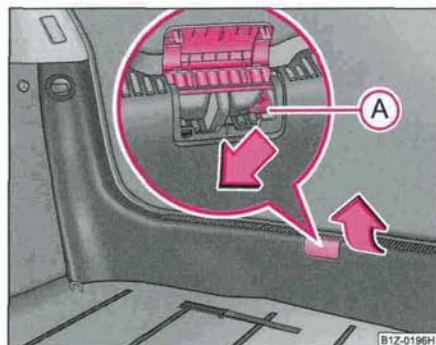

Fig. 32 Déverrouillage de secours de la malle AR
- Levez le cache de la serrure vers le haut ⇒ fig. 32.